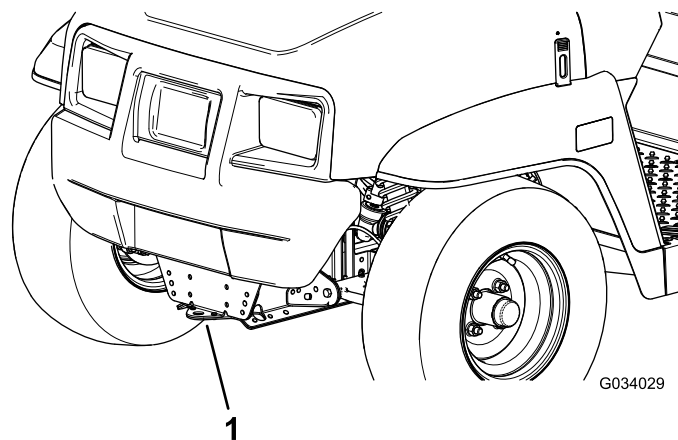
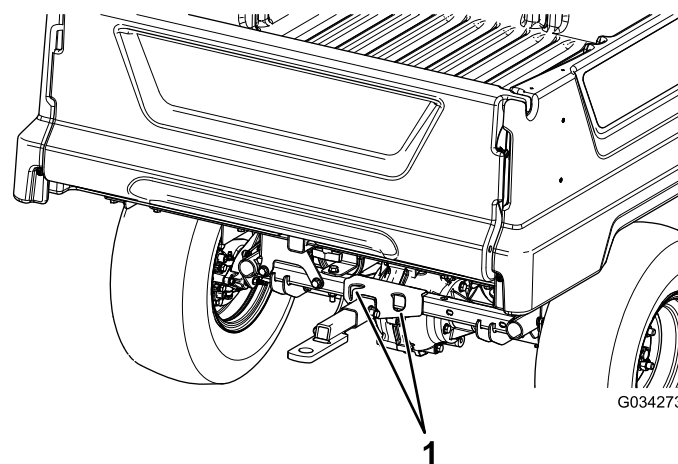

Bild 20
Bild 21
Befördern Sie die Maschine über lange Strecken auf einem Anhänger mit Rampen über die ganze Breite. Stellen Sie sicher, dass die Maschine auf dem Anhänger befestigt ist. In **Bild 20** und **Bild 21** finden Sie die Vergurtungsstellen der Maschine.
2. Befestigen Sie ein Abschleppseil an der Zunge vorne am Maschinenrahmen (Bild 20).